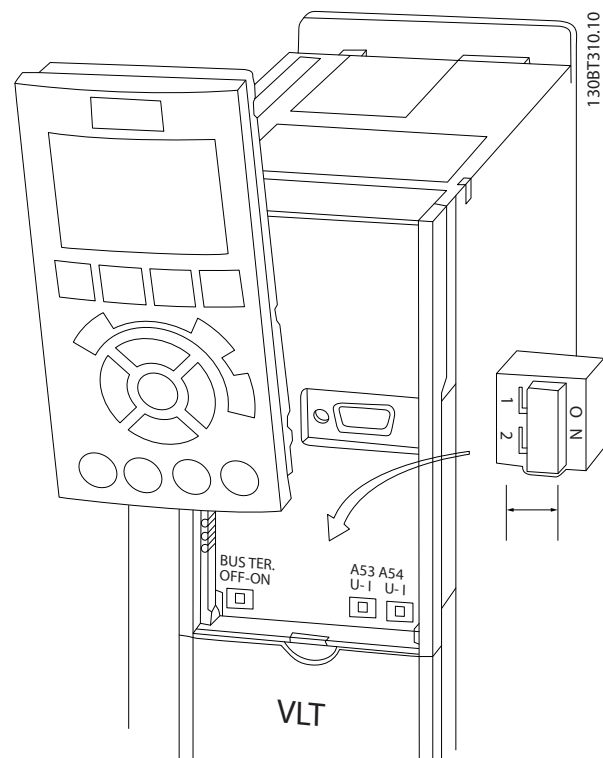

Abbildung 2.14 Lage der Klemmschalter 53 und 54 und Busabschlusschalter
- Die Schalter sind zugänglich, wenn das LCP ausgebaut ist (siehe *Abbildung 2.14*). Hinweis: Einige der für diese Einheit erhältlichen Optionskarten können diese Schalter verdecken und müssen zur Änderung der Schaltereinstellungen ausgebaut werden. Vor dem Ausbauen von Optionskarten muss immer die Stromversorgung unterbrochen werden.